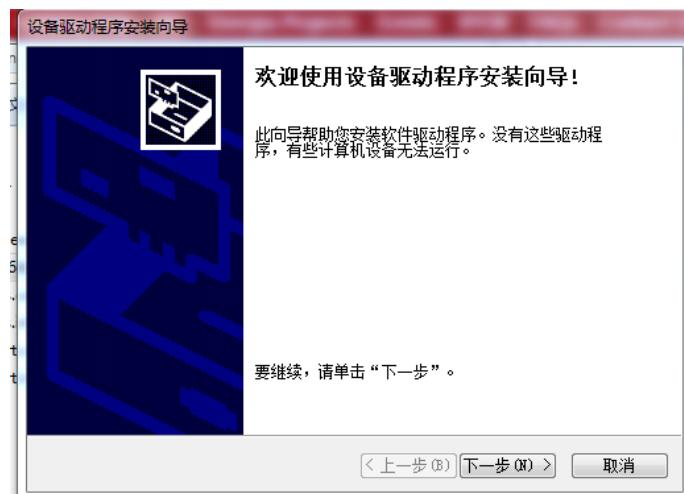

图 2-12 驱动安装向导
1. 选择合适的版本进行安装，Windows 32bit 系统选择 DPInst.exe，Windows 64bit 系统选择 DPInst64.exe。双击对应版本 exe 文件后将出现驱动程序安装向导，如图 2-12 所示；